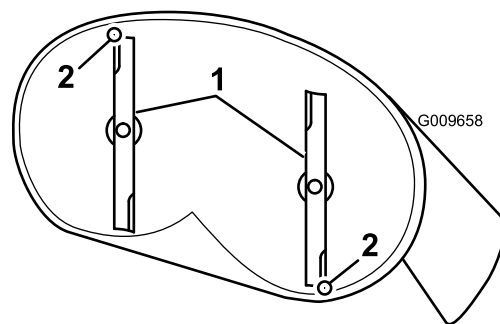
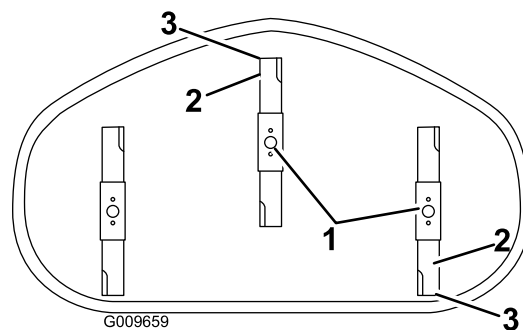

Figura 64
Figura 65
4. Rode cuidadosamente as lâminas para que estejam da frente para trás (Figura 64 e Figura 65).
5. Meça da ponta da lâmina da frente até à superfície plana e da ponta da lâmina de trás até à superfície plana (Figura 64 e Figura 65). Se a parte da frente da lâmina não estiver 1,6–7,9 mm mais baixa do que a ponta da lâmina de trás, ajuste a porca de bloqueio da frente.
8. Após o ajuste, volte a verificar a inclinação da frente para trás. Continue a ajustar a porca até que a ponta da lâmina da frente esteja 1,6–7,9 mm mais baixa que a ponta da lâmina traseira (Figura 64 e Figura 65).